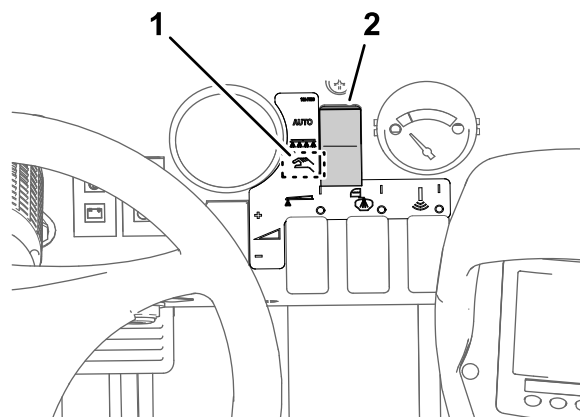

Bild 32
2. Stellen Sie die Taste für den Sprühmodus auf den manuellen Modus (Bild 32).